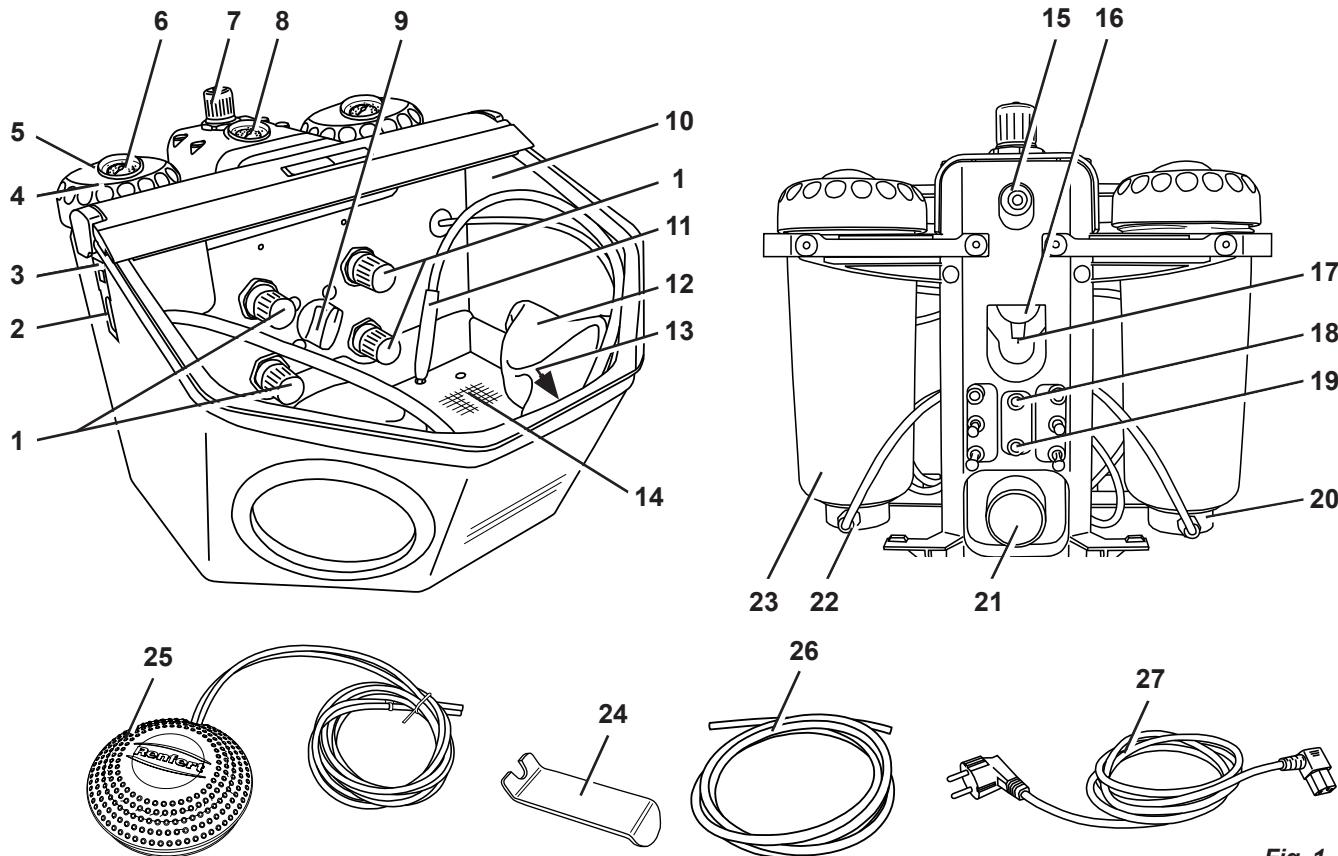

Fig. 1
- ⇒ Introduire le tuyau d'alimentation en air comprimé (26) jusqu'en butée dans le raccord (15). Lors de cette opération, il faut pousser au-delà d'une légère résistance.
- ⇒ S'assurer que la pression de raccordement se situe dans la plage nécessaire (voir les caractéristiques techniques). La pression est affichée sur le manomètre (8, Fig. 1).